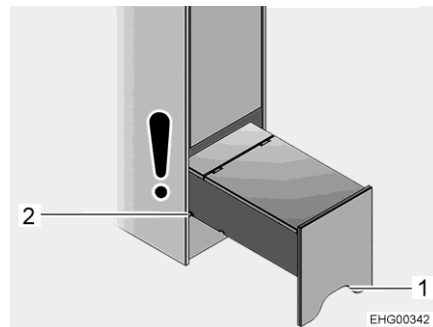

Bild 79 Klättringshjälp (helt utdragen)
- Grip tag i klättringshjälpens utsnitt (Bild 79,1), lyft lätt och dra ut till den andra skåran (Bild 79,2).